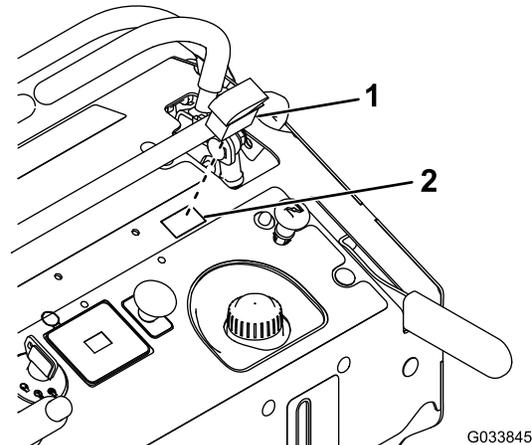

Figure 1
4. Déposez et mettez au rebut le cache prédécoupé du panneau de la tour de commande (**Figure 1**).
5. Montez l'interrupteur d'éclairage (Figure 1).